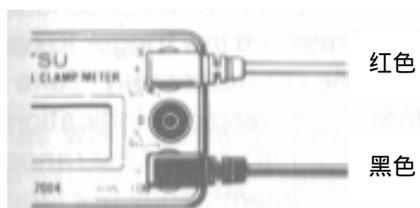

图 4
(2) 红色测试导线插入仪器的“VOLT”端口, 黑色测试导线插入“COM”端口, 如图 4。